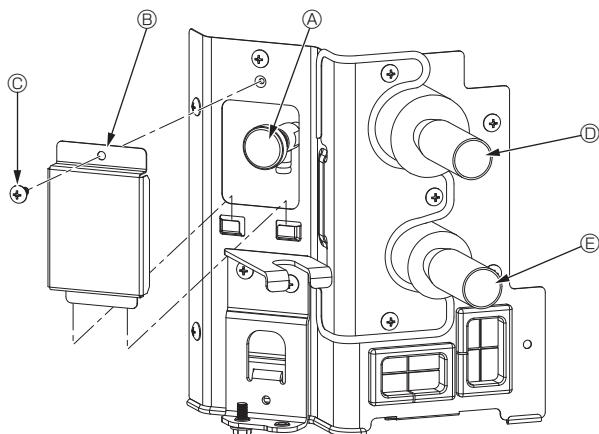

Fig. 7-1
7.2.2. Продувочный воздушный клапан внутреннего прибора (Fig. 7-1)
- ① Снимите крышки продувочного клапана.
- ② Удерживайте пальцами ручку (пункт «А» на рисунке) и поверните ее 3–4 раза.